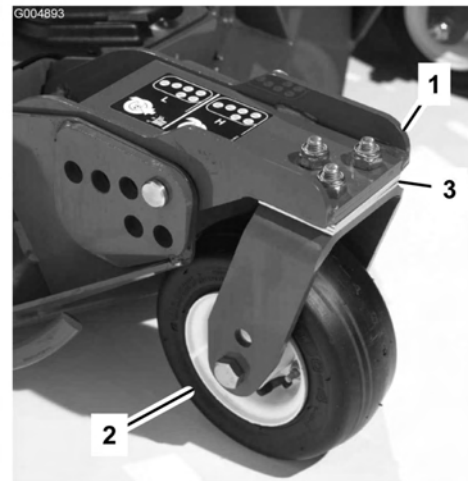

Bild 82
1. Entfernen Sie die Schrauben und Muttern, mit denen das vordere Laufrad an der Laufradgabel befestigt wird (Bild 82).